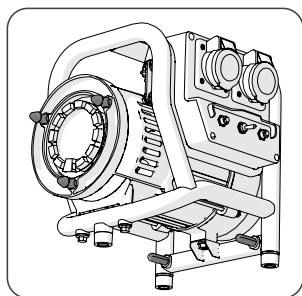

Fig. 7
- Mantenga los 3 pasadores de posicionamiento y los 2 pasadores de estabilización limpios y, ocasionalmente, rocíe una capa con un spray con base de aceite de silicona. (Fig. 7)